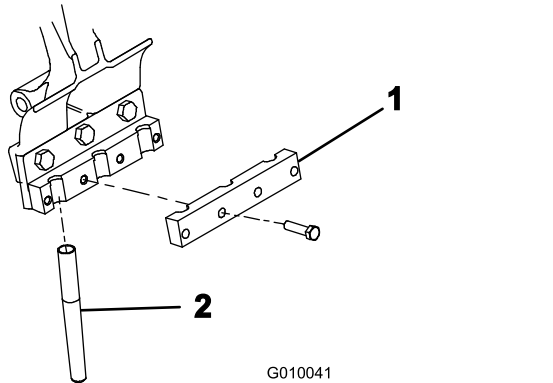

Bild 24
5. Befestigen Sie eine Tines-Klemme mit vier Schrauben ($\frac{3}{8}$ " x $1\frac{1}{2}$ "") lose an jedem Tines-Halter (Bild 24). Ziehen Sie die Bolzen nicht fest.